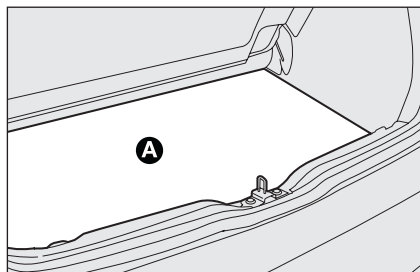

fig. 2
- sollevare il tappeto del pianale vano bagagli **A**-fig. 2;